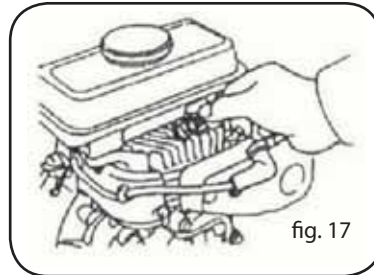

fig. 17
4. Compruebe que la junta esté en buen estado, y en caso contrario sustitúyala. Enrosque la bujía, primero manualmente para no dañar la rosca (fig. 17).